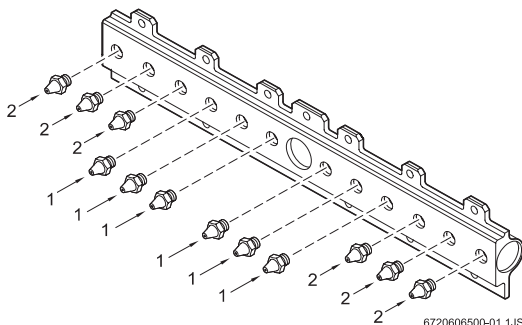

Bild 9
- ▶ Die Düsen austauschen (Bild 9) und wieder einbauen laut Beschreibung, Achtung, es gibt zwei Typen von Düsen, die nicht vertauscht werden dürfen (Tab. 2). Dann die Hälften einbauen und die Dichtringe zwischen Anschlussstück und Schiene wechseln.